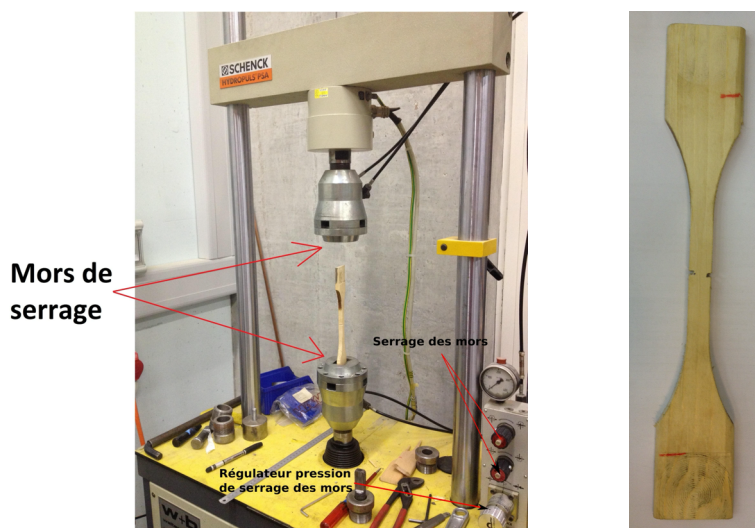

Figure 3 – Machine de traction (à gauche) et éprouvette en os type utilisée dans ce TP (droite)
La machine de traction ainsi que les éprouvettes utilisées dans le cadre de ce TP sont représentées sur la figure 3.
- L'assistant vous montrera comment piloter le déplacement du piston du vérin hydraulique. Le serrage des mors s'effectue à l'aide des molettes de serrage (cf. fig. 3).